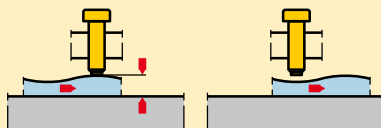

Figura 7
L'illustrazione in Figura 7 (bloccaggio meccanico) evidenzia come possono variare le forze applicate sul pezzo dal bloccaggio, al variare delle dimensioni del pezzo stesso.
- Bulloni di bloccaggio (Figura 7)